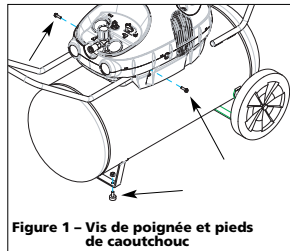

Figure 1 - Vis de poignée et pieds de caoutchouc
2. Introduire le manche à travers le couvercle de protection et dans la plaque de base tel qu'indiqué sur la Figure 1. Le manche doit s'ajuster dans les ouvertures spéciaux dans la plaque de base.